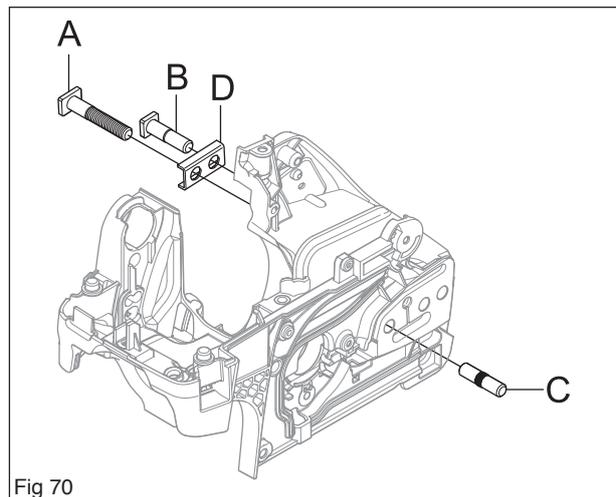

Fig 70
Insérer un fil de fer dans l'extrémité du boulon de guide (A), faire passer le fil de fer à travers le réservoir d'huile avant de le faire ressortir à travers le trou du boulon dans le carter moteur (voir la figure 70).
Tirer le fil de fer pour que le boulon se place dans son trou (voir la figure 70).
Sortir la commande de guide (C) à l'aide d'une clé universelle (voir la figure 70).